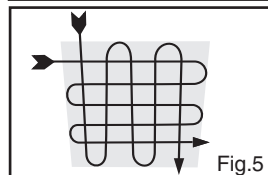

Fig.5
- 3) Lorsque vous pulvérisiez de larges zones ou objets, utilisez des passages croisés, soit de gauche à droite puis de haut en bas ou vice-versa. Souvenez-vous d'arrêter momentanément la pulvérisation lorsque vous changez de direction. Cela vous garantira un rendement en surface lisse et maximum. (Voir Fig. 5)